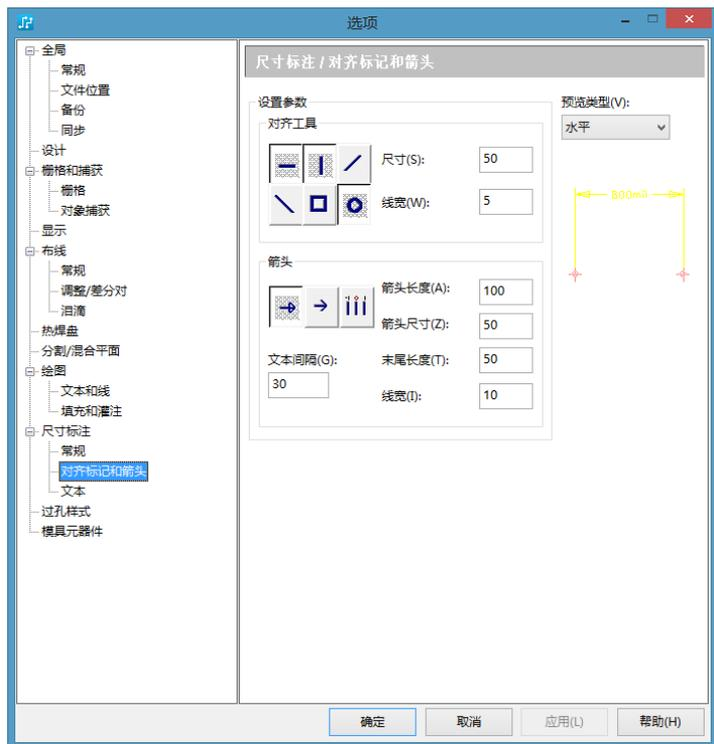

图 7-32 “对齐标记和箭头”选项卡
单击“尺寸标注”下的第二个选项卡，即可打开“对齐标记和箭头”选项卡，如图 7-32 所示。
所谓对齐标志是指尺寸标注中对应测量点的标志。在预览窗口中扩展线右侧的对应白色标志就是对齐标志。对齐工具中提供了 6 个图形按钮，供用户随意组合，设置自己喜欢的对齐标志图形。例如，在图 7-32 中选择了  组合成图中的“+”字形对齐标志。
1) 箭头形状的设置：“箭头”选项组中提供了 3 种箭头形式供用户选择。如图 7-32 所示，当用户改变箭头形状时，将会在下方的预览窗口中看到变化结果。